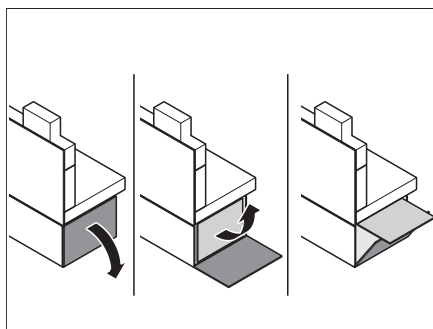

Bild 128 Fäll ut sittbänksförlängningen
- Fäll ut sittbänksförlängningen (Bild 128).
- Fäll ut sittbänksförlängningarna (Bild 128).